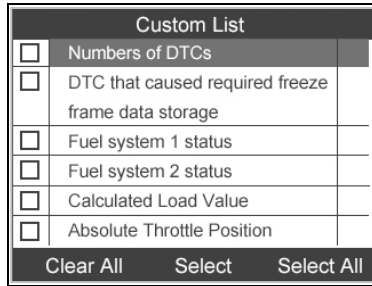

Figure 6.11
- Utiliser le bouton de défilement **vers le haut/vers le bas** pour se déplacer vers l'élément désiré et appuyer sur le bouton correspondant **FONCTION** « **Sélectionner** » pour choisir. (Figure 6.11)